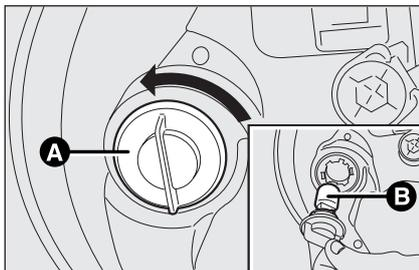

fig. 18
- ruotare in senso antiorario il portalam-pada **A-fig. 18** utilizzando l'aletta dedicata ed estrarlo;